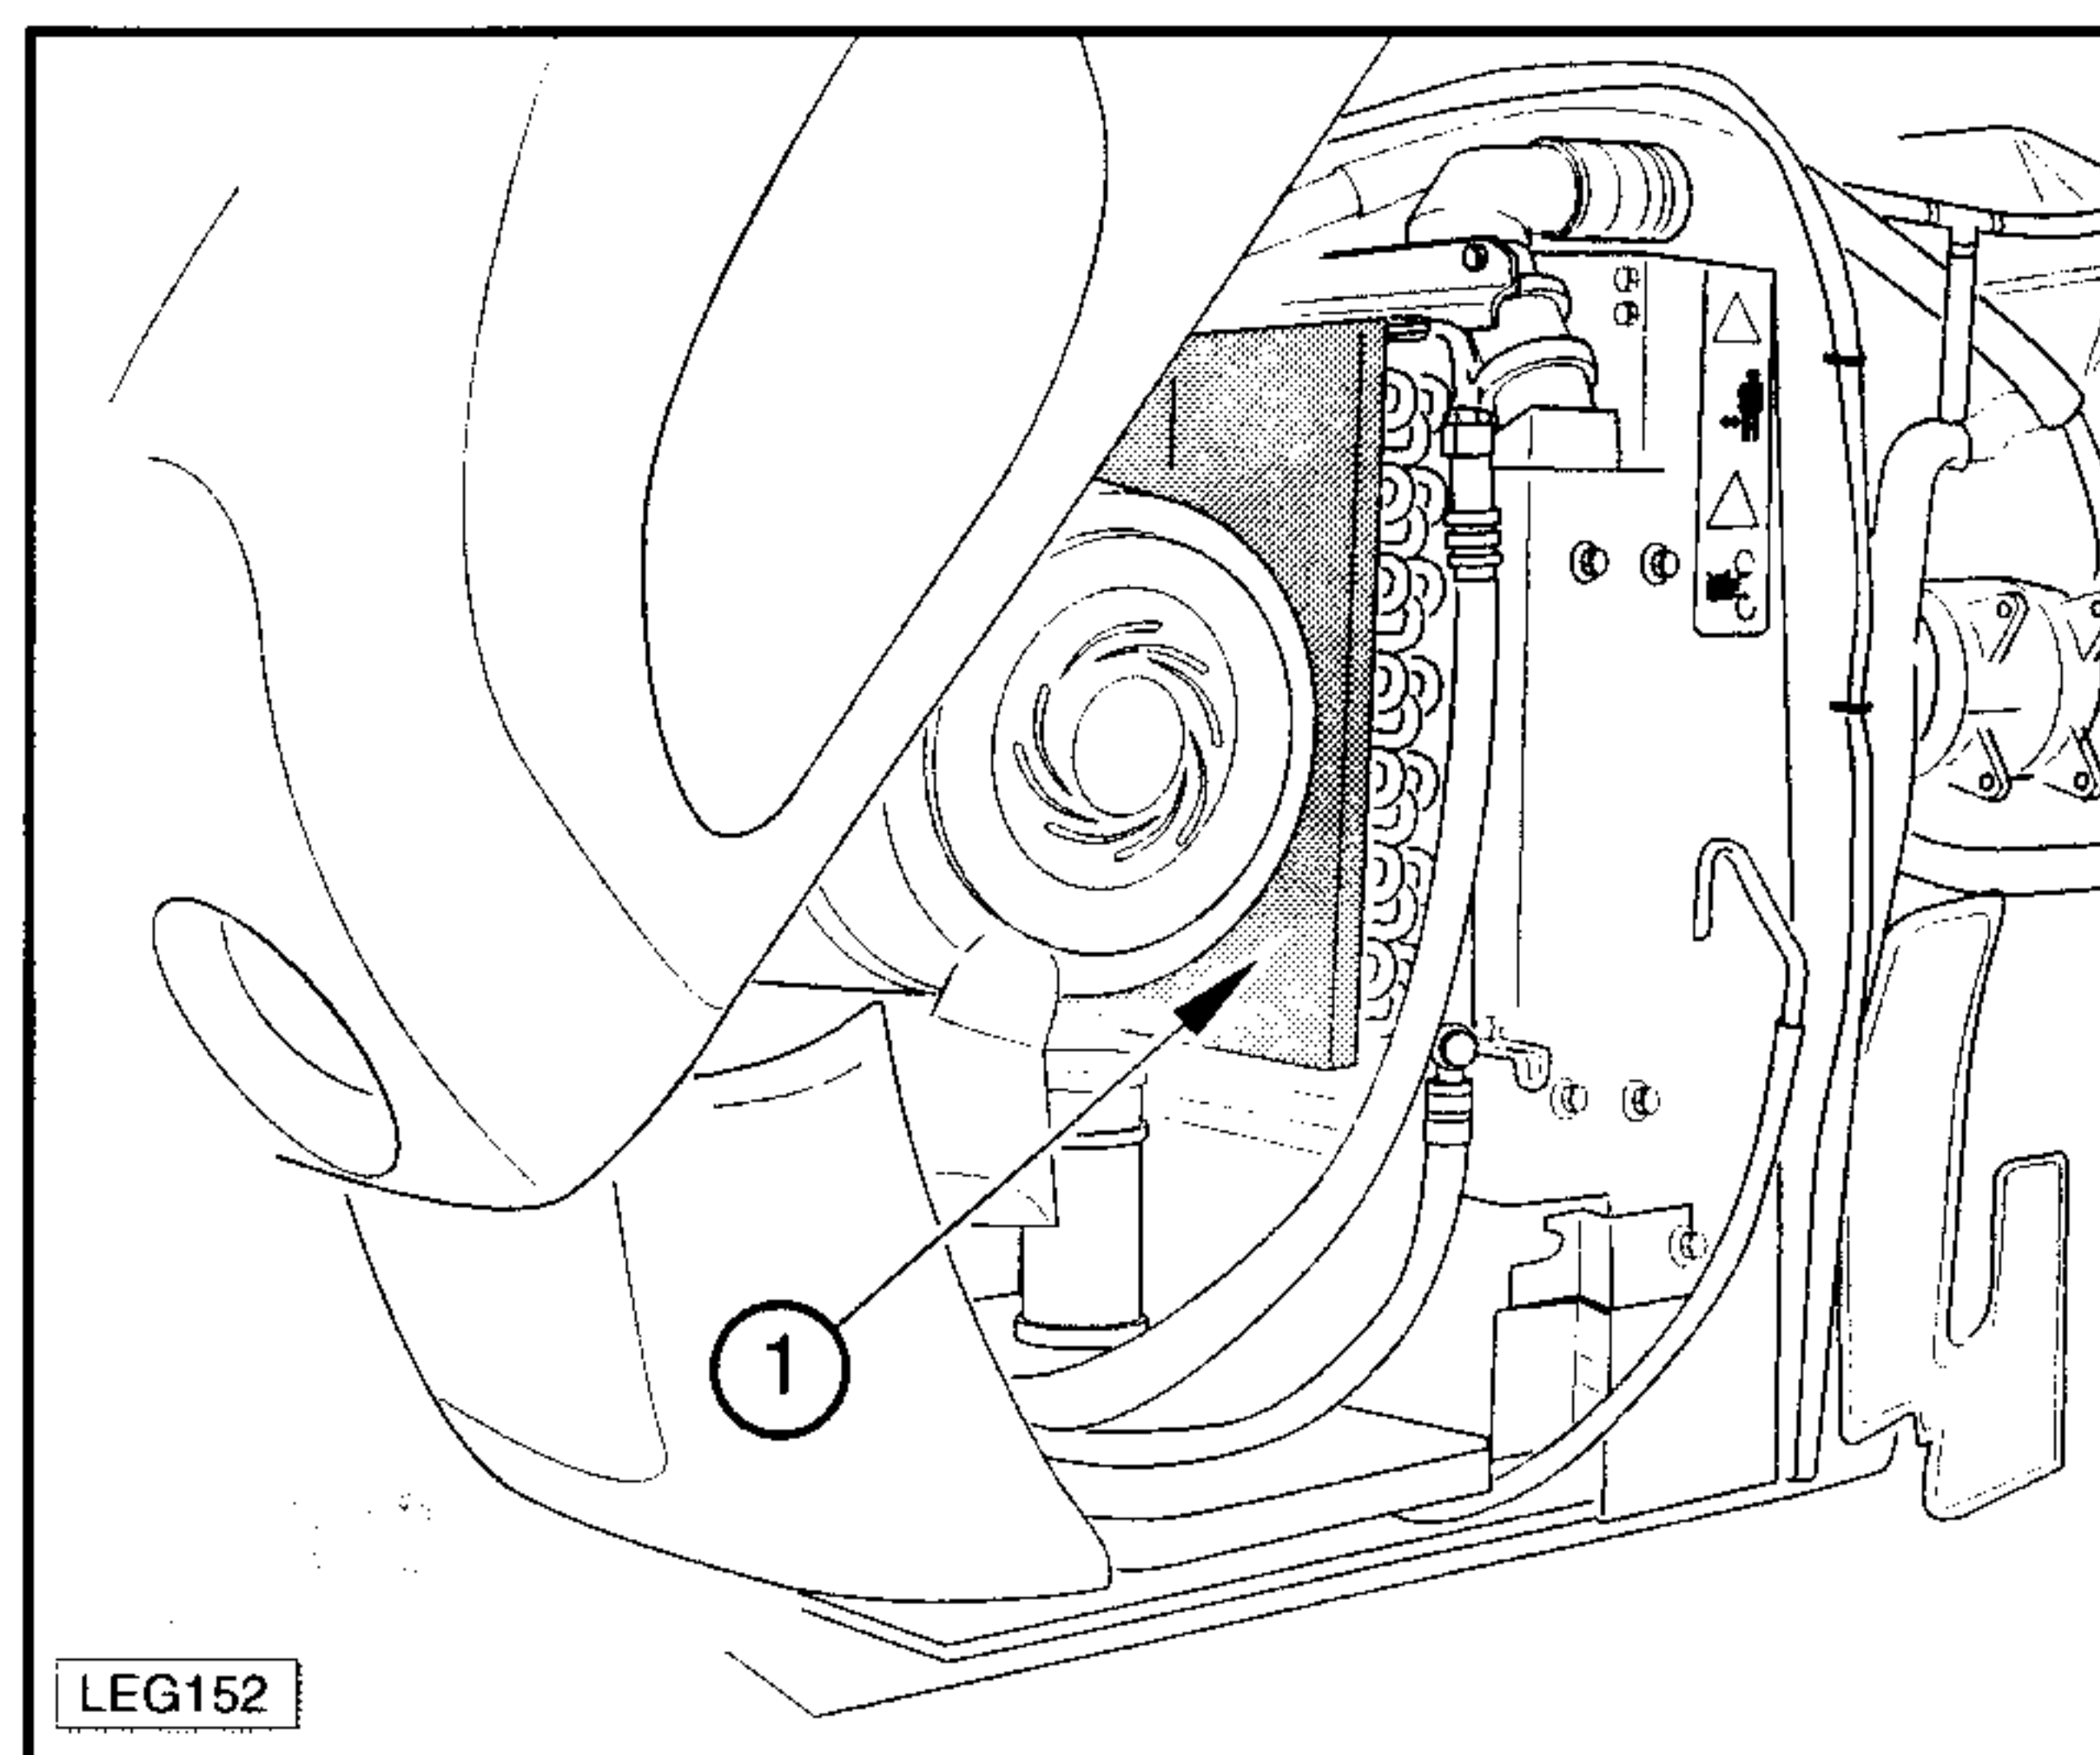
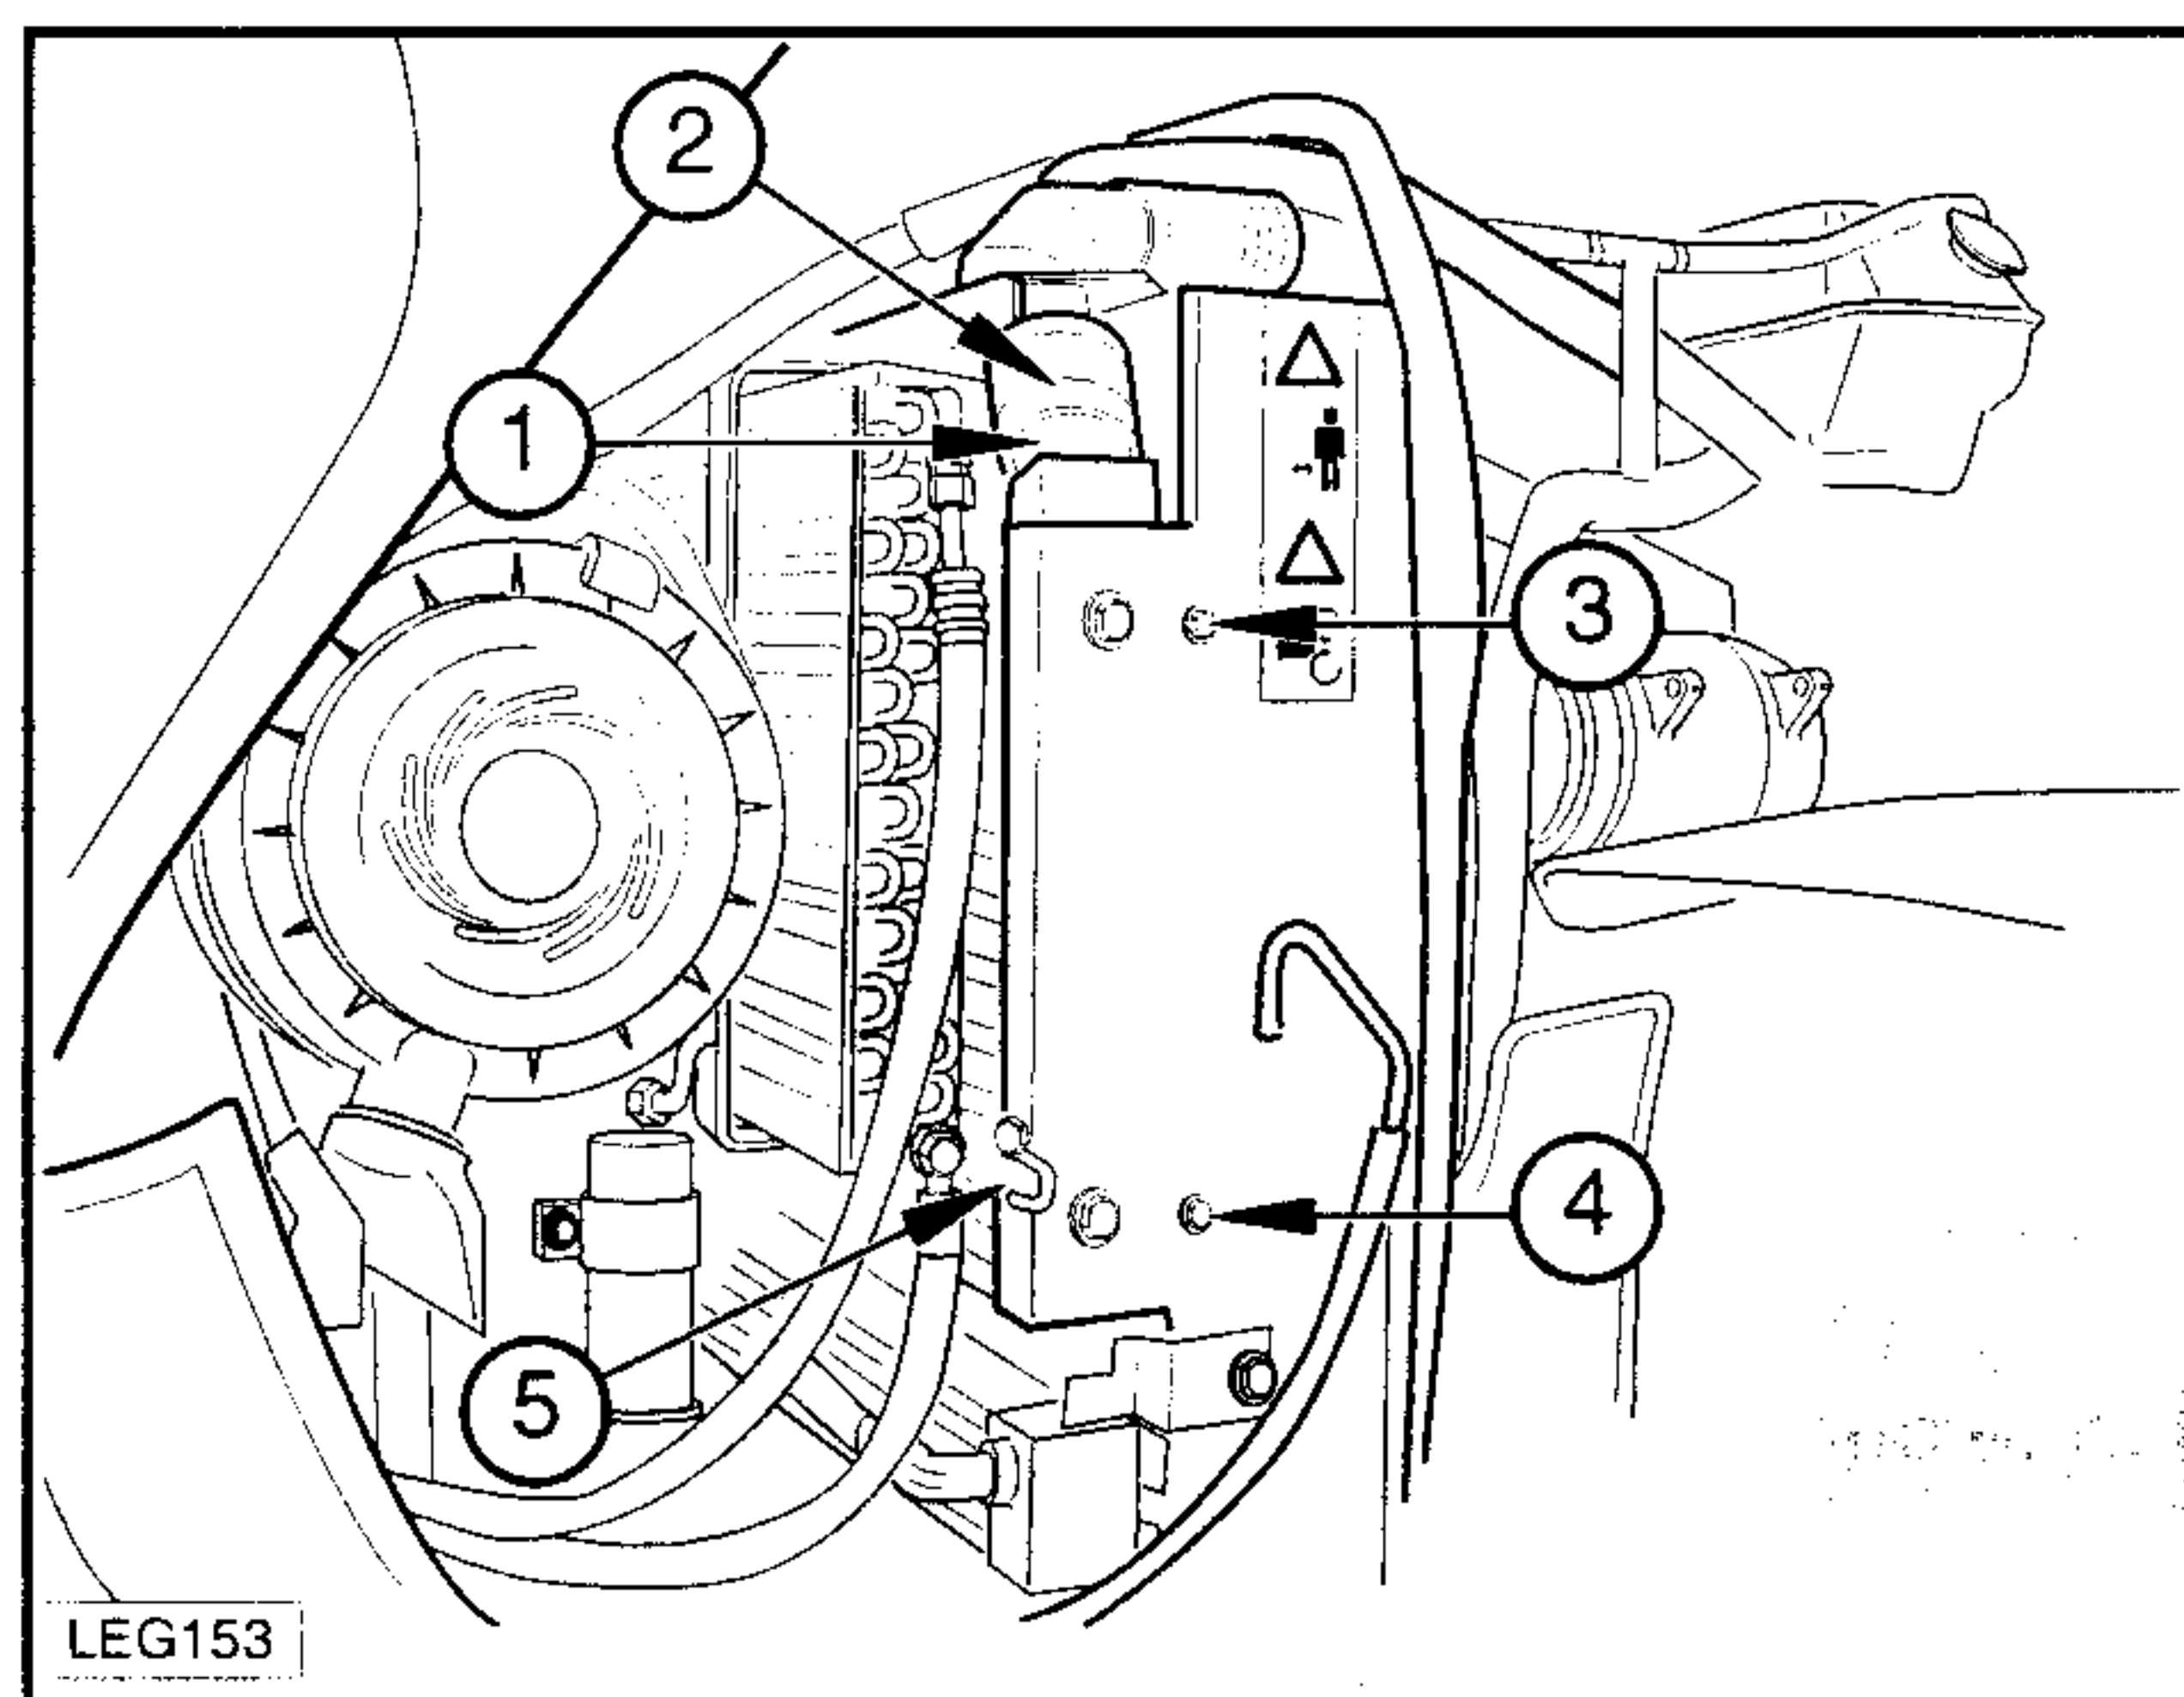

Fig.5-14
Fig.5-15
- Aflojar el bloqueo (5 - Fig.5-15) y extraer el radiador aceite de la transmisión (1 - Fig. 5-14)